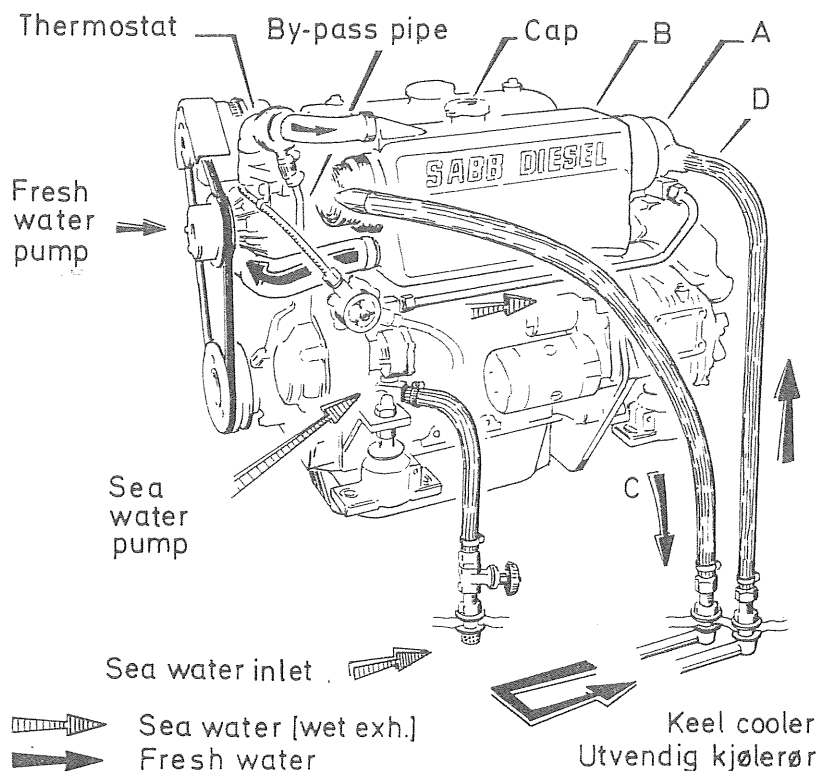
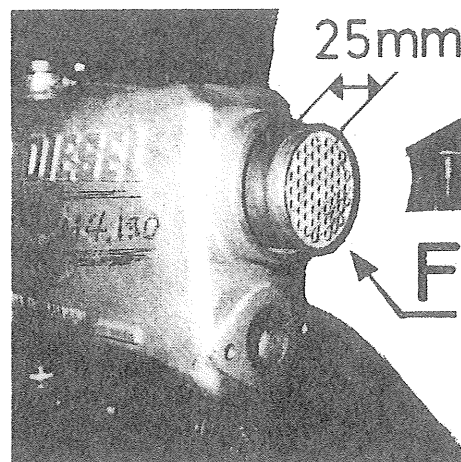

Fig. 39
Fig. 47
For motor med utvendig kjølerør (fig. 39) leveres varmeveksleren (B) uten innmontert rørkjøler (se side 48, fig. 47, pos. F).
For engine with keel cooler (fig. 39) the heat exchanger (B) have not been fitted with cooler tubestack (see page 48, fig. 47, pos. F).
For å komme til rørkjøleren (fig. 47, pos. F) løses forreste slangeklemme i front-endelokket. I bakkant løses endelokket (E) og eksosbendet som trekkes av.
To gain access to tubestack (fig. 47, pos. F), untighten fore hose clip on front cover. Undo rear end cover (E) and exhaust bend. Extract tubestack at rear end of housing, and check for leaks and front end blockage.